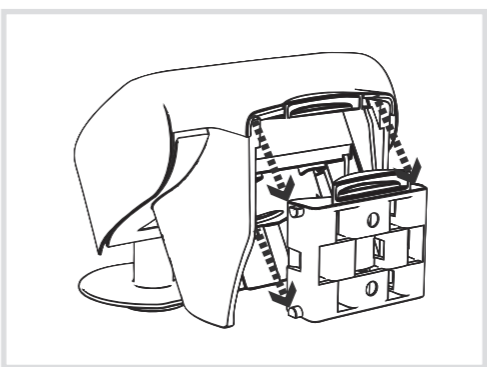

Bild 8: montering på fäste
- (10) Anslutningsklämna för hjälpspanning
- (11) KNX-bussanslutningsklämna
- (12) Stickkontakt för regnsensor i lock
- (13) Programmeringsknapp och -LED
- (14) GPS-antenn
- Placera kåpan (8) på kåpans nedre del (3) och tryck försiktigt nedåt tills den greppar hörbart.
- Skjut väderstationen uppifrån och ned i det monterade fästet. Se till att stiften hörbart greppar vägg-/mastmonteringen i ledningarna till kåpans nedre del (bild 8).